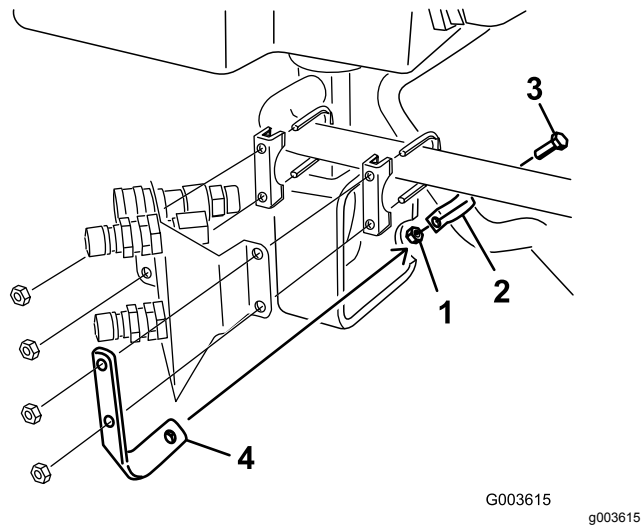

図 28
6. 図 28に示すように太い油圧ホースに R クランプを取り付ける。
7. リテーナブラケットにRクランプを取り付けるボルト1本5/16 x 7/8 インチとナット5/16 インチを使用する 図 28を参照。